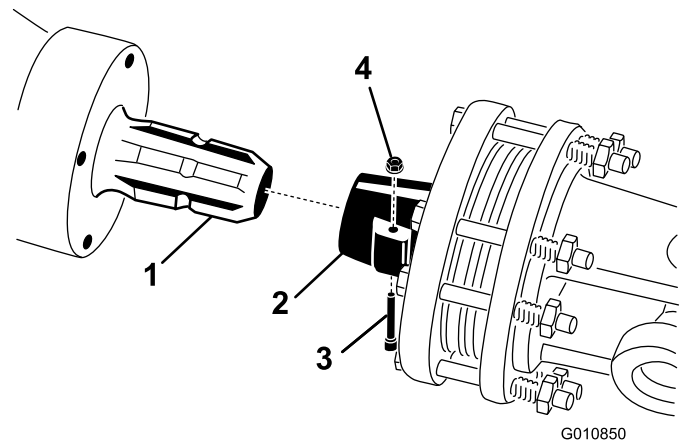

图20
1. 从 PTO 轴上卸下销和螺母（图20）。
2. 用之前卸下的销和螺母将 PTO 轴的离合器端固定至打孔机齿轮箱输入轴上（图20）。销仅可单向插入。